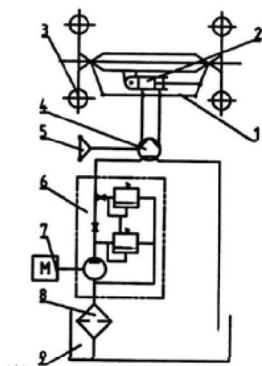

Рис. 10. Принципиальная схема гидравлических рулевых механизмов.
5.4.1. Принцип действия и функционирования полного гидравлического рулевого механизма (смотрите Рис. 10)
Принцип работы гидравлических рулевых механизмов показан на рис.10. Картер ведущего моста задней оси (9) также может быть использован как масляный бак рулевых механизмов. Под низким давлением масло вытекает из насоса беспрерывного течения HLCB-D06/06 (L) (6) в дизельный двигатель (7) через отверстие трубы насоса. Масло под устойчиво высоким давлением попадает в гидравлическое управление рулевого механизма модели BZZ1-E80 (4) и приводит в действие управляющий цилиндр (2) для приведения в действие рулевого механизма, а избыток маслаозвращается к насосу через возвратную масляную трубу. Насос постоянного действия приспособлен для поддержки стабильной подачи масла, чтобы гарантировать устойчивую работу гидравлического рулевого механизма. Во время работы двигателя, гидравлический рулевой механизм трактора может работать только при повороте руля, и гидравлический подъемник не должно сбивать настройку управления.